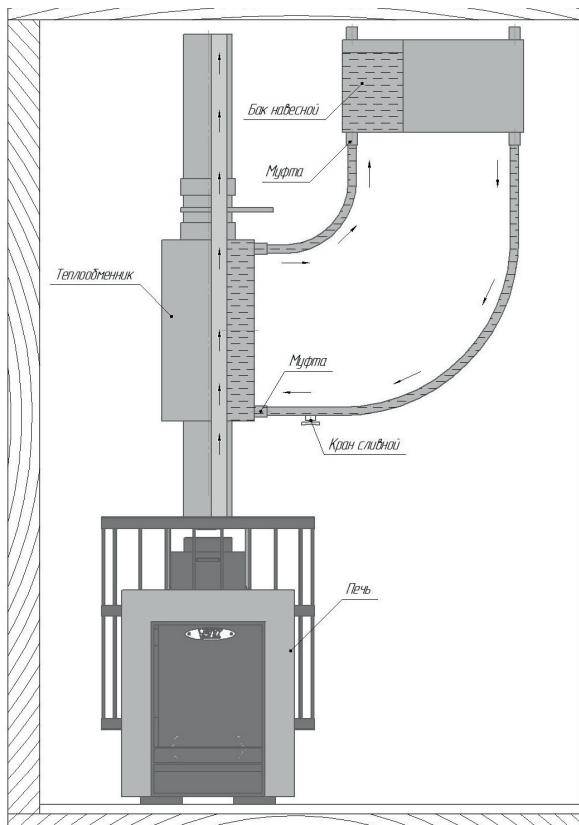

Рисунок 3
2. На печь устанавливается теплообменник, который подсоединяется к выносному баку — это отдельно весящий бак, который может быть размещен, в любом удобном месте или помещении (рисунок 3).